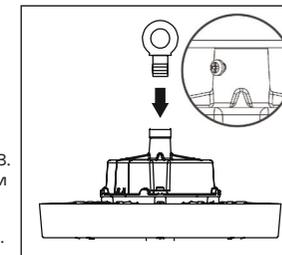

Рис. 1
- Вставьте рым-болт из комплекта поставки осветительного прибора в специальное отверстие с резьбой в верхней части корпуса и надежно затяните, затем надежно затяните установочный винт, чтобы предотвратить ослабление крепления рым-болта (рис. 1).